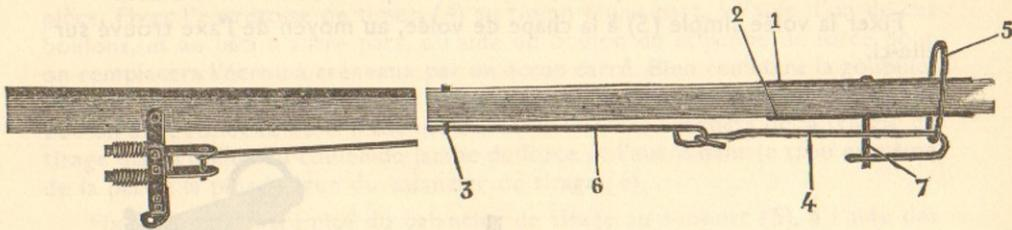

Fig. 7
e) Attelage à bœufs pour Faucheuses D. 1 b, D. 2 b et D. 3 b (Fig. 7) :